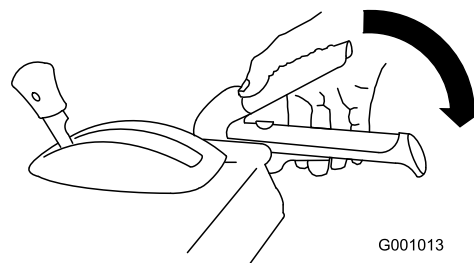

Figure 25
1. Pour engager la vis sans fin/turbine, serrez le levier droit (vis sans fin/turbine) contre la poignée (Figure 25).